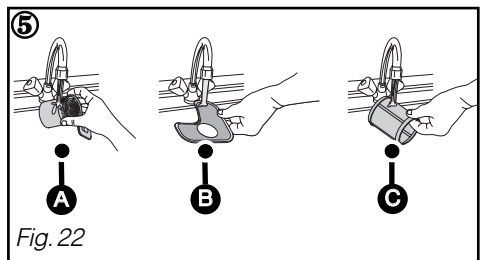

Fig. 22
- ② Dévissez d'un quart de tour le filtre à déchets puis le retirer Ⓐ .
- ③ Retirez le filtre principal Ⓑ .
- ④ Retirez le tamis micro filtre Ⓒ .
⑤ Nettoyez soigneusement les filtres Ⓐ , Ⓑ et Ⓒ sous l'eau courante. (Fig. 22)